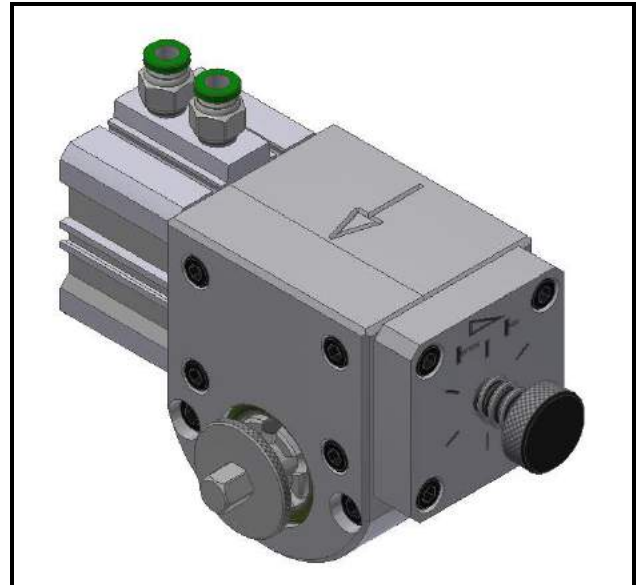

Abbildung 5-3. Ort der Filter der Vorschubbox
1. Schrauben Sie die Luftfilter ab und entfernen diese auf jeder Seite der Vorschubbox (Abbildung 5-3).